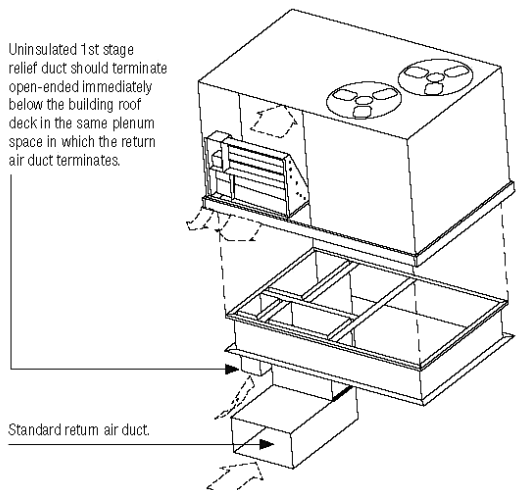
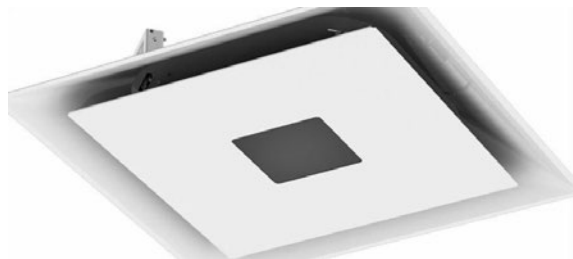

図1 キャリアのルーフトップパッケージ
図2 TITUSの吹出口（真ん中の黒い部分がソーラーパネル）
会場内で配布されていたガイドブックに、今年の出展製品について各分野4人の審査員が選んだイノベーションアワードが掲載されていました。これは展示会に先立って出展製品等の中から、最も独創的で市場への影響が大きい製品・技術を選定して与えられる賞で、①ビルオートメーション、②冷却、③緑の建築、④加熱、⑤室内空気質、⑥配管、⑦冷凍、⑧ソフトウェア、⑨工具&機材、⑩換気、の10の分野でそれぞれ1つ選定されます。この賞の受賞製品をみればその年の新製品や新技術の動向がわかります。全部紹介する誌面は無いので私が興味を持ったもののみ2つ挙げます。②「緑の建築」の受賞製品はキャリアのルーフトップパッケージでした（図1）。製品名はデュアル・ステージ・リリーフ・エコノマイザ（DSRE）と言い、ファン1台で外気冷房や室内圧力を調整できる構造になっています。1台のファンで送風や圧力をコントロールすることができるため最小のコストで省エネ運転ができるとしています。また⑩「換気システム」の受賞製品はTITUSのHeliosという吹き出し口でした（図2）。これは無線デジタル可変風量（VAV）の吹出口で、周囲光と直射日光の両方によってVAV駆動する業界初の吹出口ということです。その他、会場を回って私が興味を持ったのは写真1のMILWAUKEEのサーモカメラです。小型で画像のレスポンスが早く